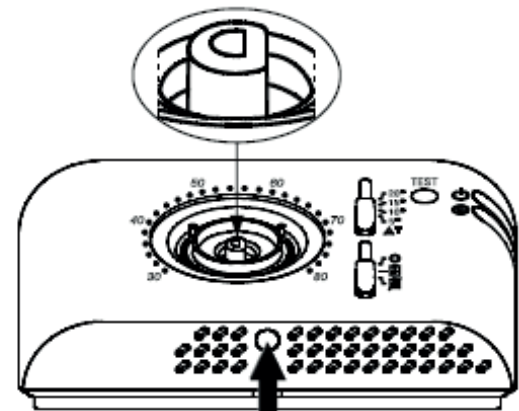

Fig. 4
- 3** Spingere, con l'aiuto di un cacciavite, la linguetta plastica situata nella feritoia in basso fino a sollevare leggermente la calotta (Fig. 4).